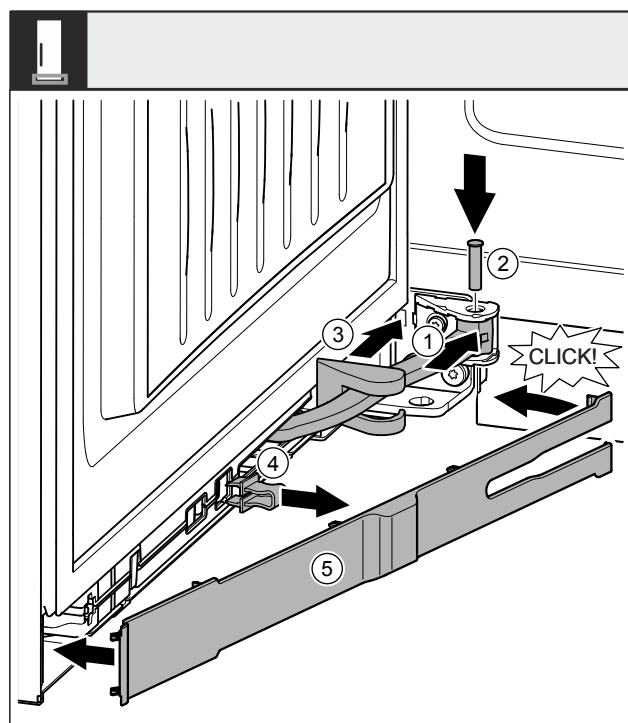

Fig. 50
- ▶ Rotiți articulația Fig. 50 (1) în sistemul de suspendare.
- ▶ Introduceți cu o șurubelniță bolțul Fig. 50 (2) în sistemul de suspendare și articulație. Urmăriți ca respectiva camă de fixare să fie așezată corect în canelură.
- ▶ Împingeți capacul suportului de lagăr Fig. 50 (3) de-a lungul articulației și montați-l deasupra sistemului de suspendare.
- ▶ Detașați siguranța Fig. 50 (4).
- ▶ Aplicați masca Fig. 50 (5) pe partea mânerului și rabatați în interior.